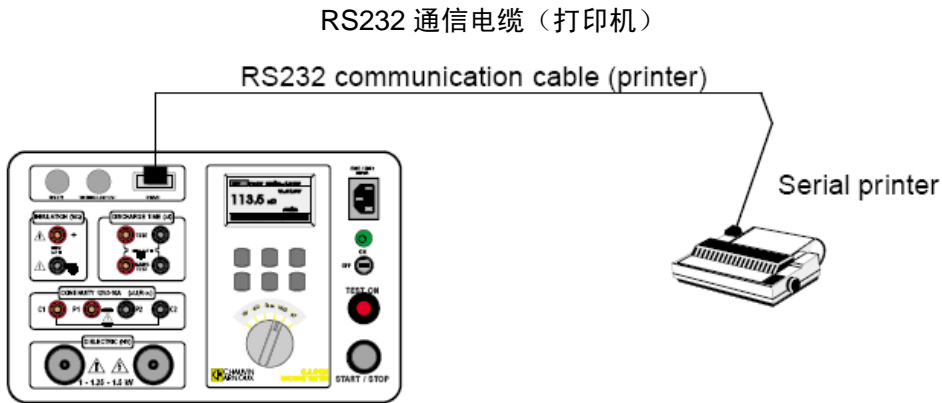
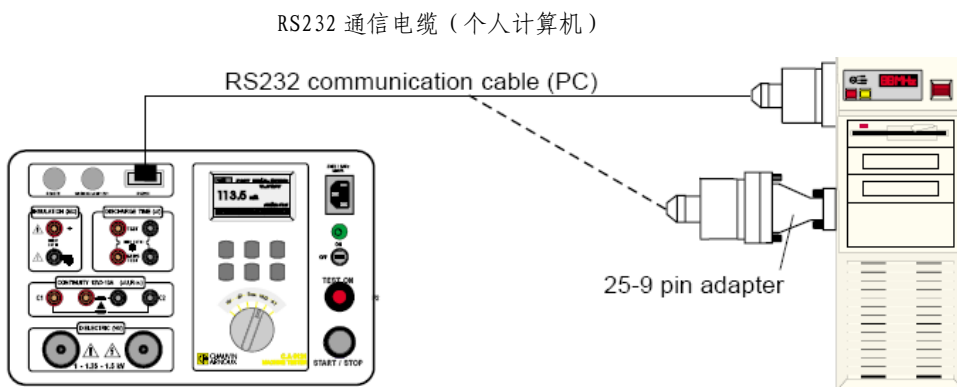

图 28. C.A 6121 设备检测仪与串行打印机的连接
图 30. C.A 6121 设备检测仪与个人计算机的连接（连接至 25 针或者 9 针连接器）
1. 使用相应的 RS232 通信电缆和适配器，将 C.A 6121 设备检测仪连接串行打印机或者个人计算机（参见图 28 到图 30）。